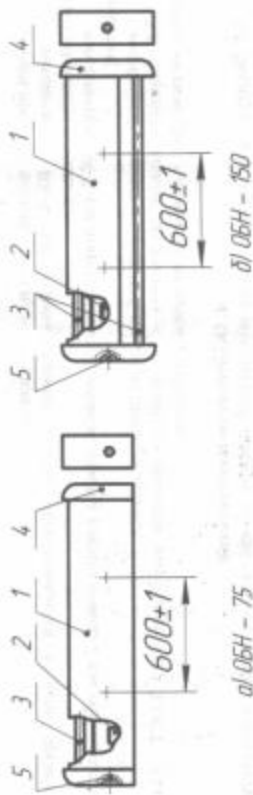
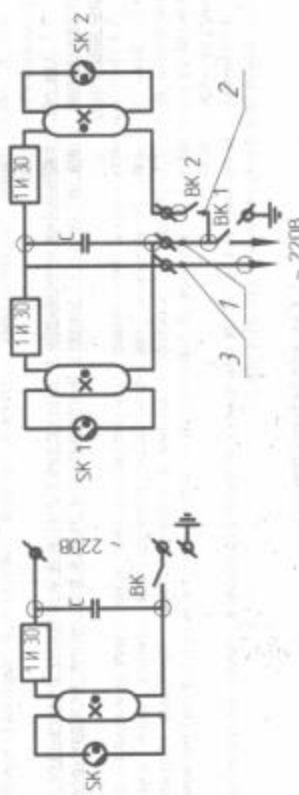

Рис. 1 Общий вид облучателей медицинских бактерицидных
Рис. 2 Принципиальные электрические схемы облучателей бактерицидных
2.5 Выключатель для открытых ламп ВК2 (см. рис. 2) должен устанавливаться вне обслуживаемого помещения.
3.3 Проверить работу обучателя до его монтажа в следующей последовательности (см. рис. 1):
- открутить винты (5), снять боковины (4);
- установить стартеры (2), для чего необходимо вставить их в патроны и повернуть по часовой стрелке до упора;
- установить лампы (3), для чего необходимо одновременно завести контакты лампы в патроны и зафиксировать их;
- установить боковины (4) и закрепить винтами (5).
3.4 Подсоединить обучатель к сети в соответствии с электрической схемой рис. 2, при этом необходимо учитывать следующее: